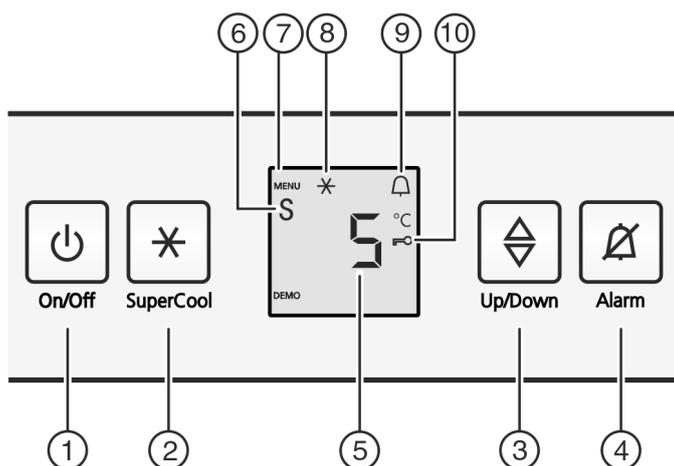

Fig. 2
- ▶ Appuyez sur la touche marche/arrêt Fig. 2 (1).
- ▶ Activer le mode de réglage : appuyer env. 5 sec. sur la touche SuperCool Fig. 2 (2).
- ▷ Le symbole Menu Fig. 2 (7) est allumé.
- ▶ Sélectionner **c** avec la touche de réglage Fig. 2 (3).
- ▶ Pour confirmer, appuyer brièvement sur la touche SuperCool Fig. 2 (2).
- ▶ appuyer brièvement sur la touche SuperCool Fig. 2 (2) pour activer la sécurité enfants.
- ▷ Le symbole Sécurité enfants Fig. 2 (10) est allumé. L'affichage **cl** clignote.
- ▶ appuyer brièvement sur la touche SuperCool Fig. 2 (2) pour désactiver la sécurité enfants.
- ▷ Le symbole Sécurité enfants Fig. 2 (10) s'éteint. L'affichage **cl** clignote.
- ▶ Désactiver le mode de réglage : appuyer sur la touche On/Off Fig. 2 (1).
- ▶ Appuyer sur la touche Alarme Fig. 2 (4).
- ▶ Activer le mode de réglage : appuyer env. 5 secondes sur la touche SuperCool Fig. 2 (2).
- ▶ Pour appeler la fonction Mode Sabbath, appuyer brièvement sur la touche SuperCool Fig. 2 (2).
- ▶ **Pour activer** le mode Sabbath, appuyer brièvement sur la touche SuperCool Fig. 2 (2).
- ▶ **Pour désactiver** le mode Sabbath, appuyer brièvement sur la touche SuperCool Fig. 2 (2).
- ▷ L'affichage de la température indique le symbole mode Sabbath tant que le mode Sabbath Fig. 2 (6) est activé.